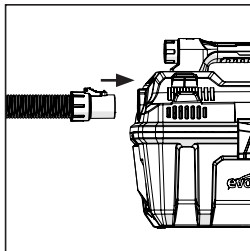

Abb. 5
- Führen Sie ein Ende des Schlauchs in die Blasöffnung ein. **(Abb. 5)**